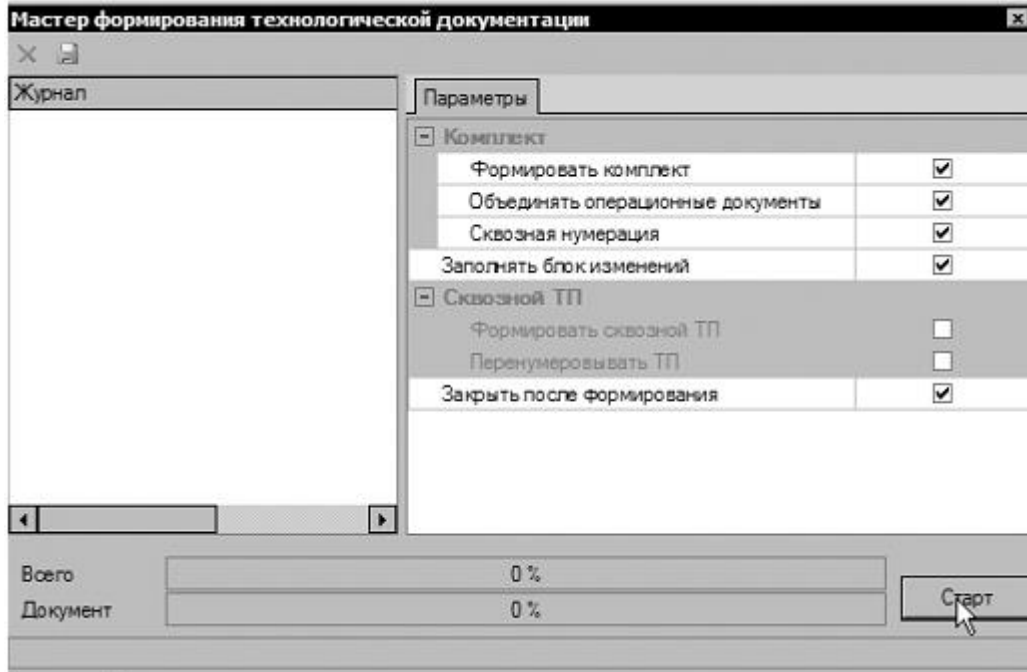

Рисунок 7
40. Установите курсор на строке с шаблоном ВО (ГОСТ 3.1118-82 форма 2-1б) и нажмите кнопку Параметры. Установите параметры ведомости оснастки так, как показано на рис. 7.